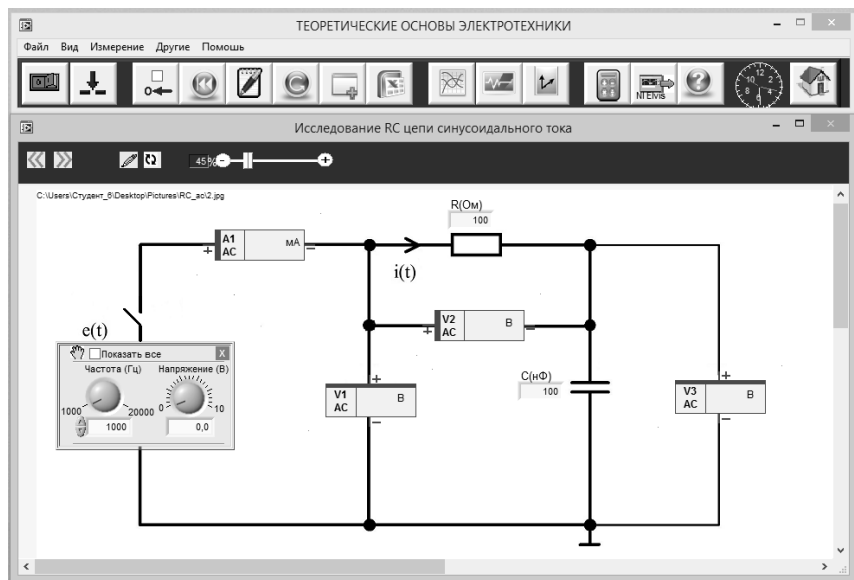

Рис. 12
4.5. Из главного меню выберите лабораторную работу **Исследование RC – цепи синусоидального тока**. Откроется заранее подготовленное изображение электрической схемы с размещенными на ней полями компонентов и приборов (рис.12).
4.5.1. Соберите на плате цепь в соответствии со схемой на рис.12. Установите номиналы сопротивления и емкости в соответствии с заданным преподавателем вариантом.